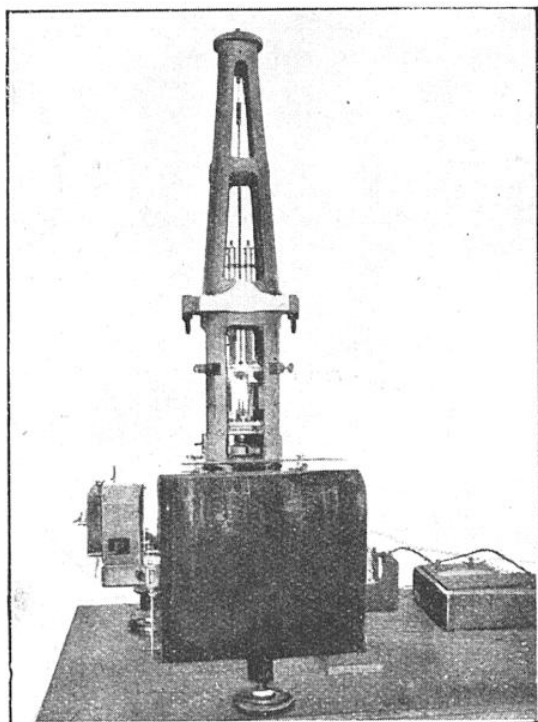

FIG. 3. — ENSEMBLE DU SÉISMOGRAPHE DE QUERVAIN ET DU CYLINDRE ENREGISTREUR
*C'est un pendule suspendu verticalement à la manière ordinaire (comme une boule à l'extrémité d'un fil), mais la masse est divisée en deux parties séparées par des ressorts comme le montre la figure 3. Des leviers sont destinés à inscrire le mouvement de balancement (mouvements horizontaux) et le mouvement d'oscillation de bas en haut des ressorts (mouvement vertical).*
Un physicien suisse, d'origine bretonne, M. de Quervain, trop tôt disparu pour la science, a réalisé un séismographe portatif capable d'inscrire la composante verticale du mouvement et les composantes horizontales dans deux directions rectangulaires (fig. 3 et 4).